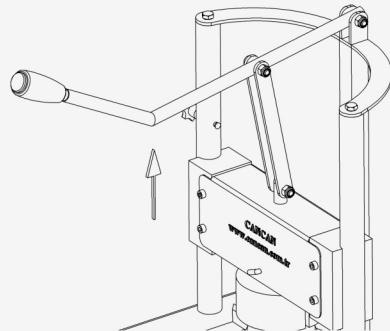

Рисунок 3
- ✓ Держась, за рычаг правой рукой, потяните ручку оборудования вверх.(Рисунок3).